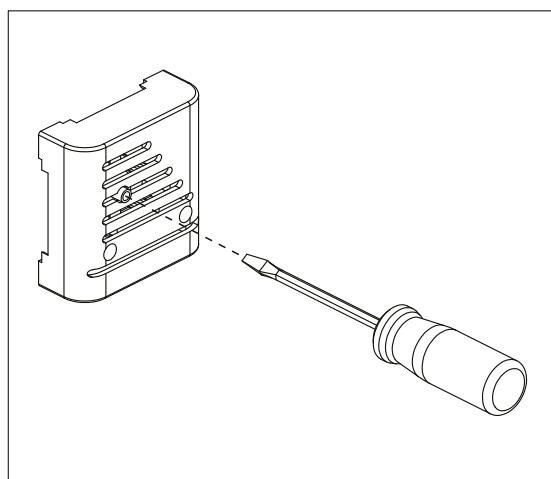

Abbildung 7.12-1. Reaktivierung des Überhitzungsschutzes
- Der Überhitzungsschutz des Ofens wurde ausgelöst: **Die Ursache für das Auslösen des Überhitzungsschutzes muss ermittelt werden!** Der Überhitzungsschutz kann durch Drücken des Temperatursensors reaktiviert werden (Abbildung 7.12-1)..